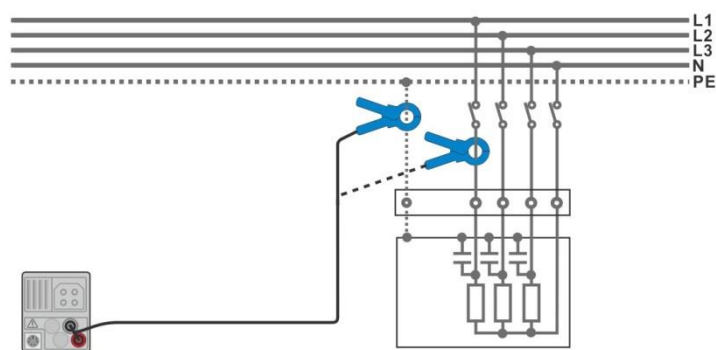

Figura 7.65: Mediciones de corriente de fuga y carga
- › Conecte la pinza al objeto a prueba, vea la **Figura 7.65**.